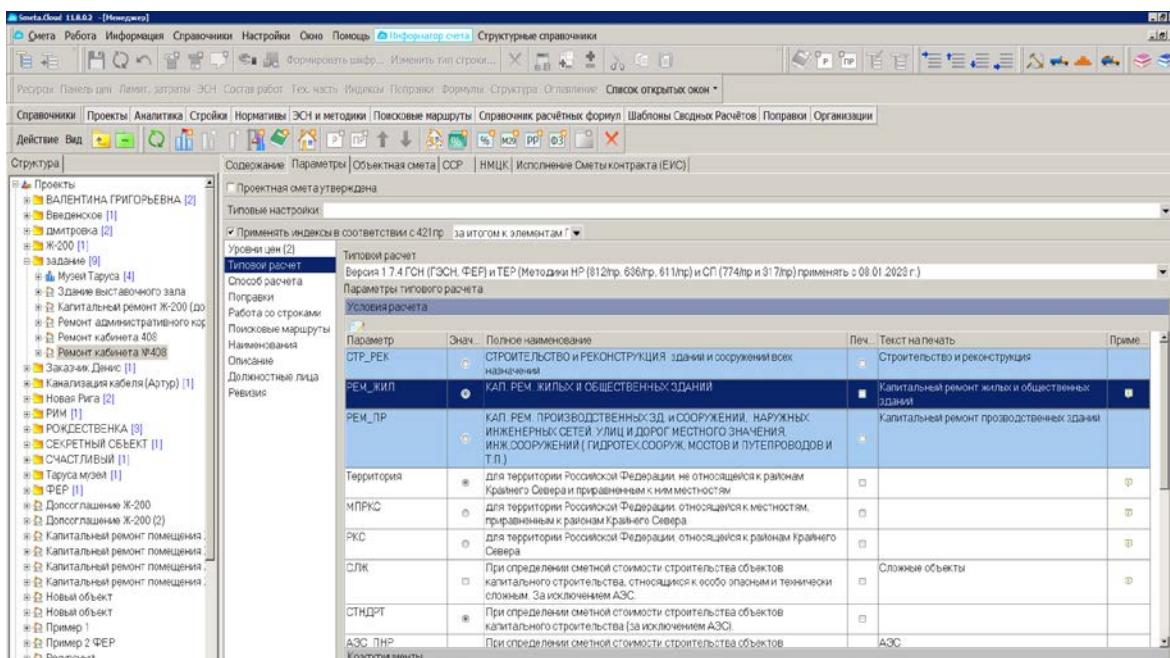

Рис. 6. Установка типового расчета
- на вкладке «Типовой расчет» установить необходимый способ расчета в зависимости от титула строительной продукции новое строительство или реконструкция / капитальный ремонт/ капитальный ремонт производственных объектов (рис.6).